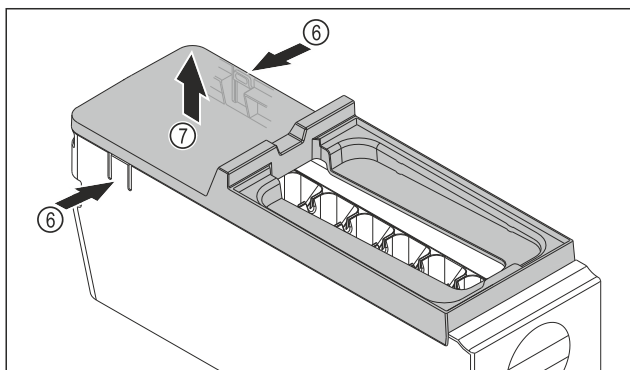

Fig. 122
- Retirer le couvercle du corps de l'EasyTwist-Ice : D'une main, pousser les languettes Fig. 122 (6) des deux côtés du corps de l'EasyTwist-Ice.
- De l'autre main, retirer le couvercle Fig. 122 (7) vers le haut.